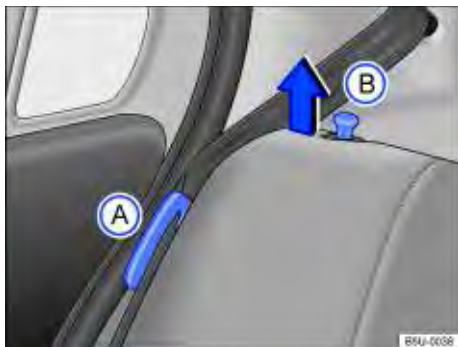
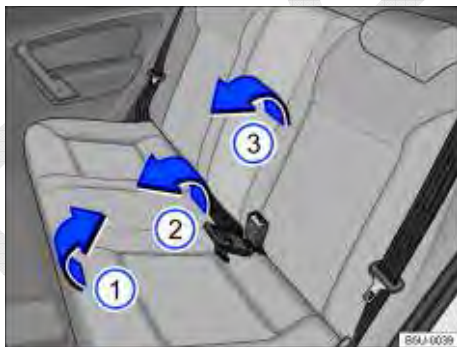

Fig. 78 Banco traseiro: posicionar do cadarço do cinto de segurança (A) e pino de destravamento do encosto (B).
Fig. 79 Banco traseiro: rebater o banco traseiro.
- Para veículos que possuem cintos de segurança com enrolador automático, encaixar os cadarços dos cintos nos respectivos alojamentos no revestimento lateral ⇒ Fig. 78 (A). Para os veículos que possuem cintos de segurança sem enrolador automático, atente para que o cadarço dos cintos não fiquem presos entre o assento do banco e a lateral do veículo.
- Puxar o assento pela parte da frente ⇒ Fig. 79 (1) no sentido da seta, para cima.
- Levantar a parte traseira do assento ⇒ Fig. 79 (2) e deslocar totalmente para a frente, de maneira que o assento fique o mais próximo possível do assoalho e do encosto do banco dianteiro.
- Puxar os pinos de destravamento ⇒ Fig. 78 (B) e, ao mesmo tempo, rebater parcialmente o encosto do banco ⇒ Fig. 79 (3) e remover os apoios para cabeça ⇒ Página 68. Abaixar totalmente o encosto do banco traseiro.
- Encaixar os cadarços dos cintos de segurança nos respectivos posicionadores ⇒ Fig. 78 .
- Levantar os pinos ⇒ Fig. 78  e, ao mesmo tempo, rebater parcialmente o encosto do banco traseiro ⇒ Fig. 79 .